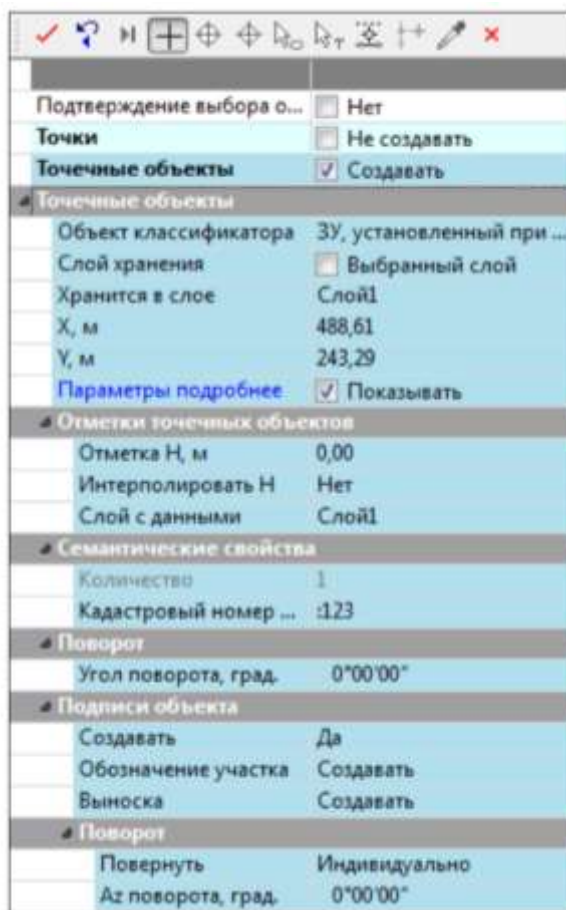

Рисунок 7 – Окно подтверждения выбора
8. В окне параметров (рисунок 7) можно выбрать другой объект классификатора, ввести семантику, изменить слой хранения для ТОО.